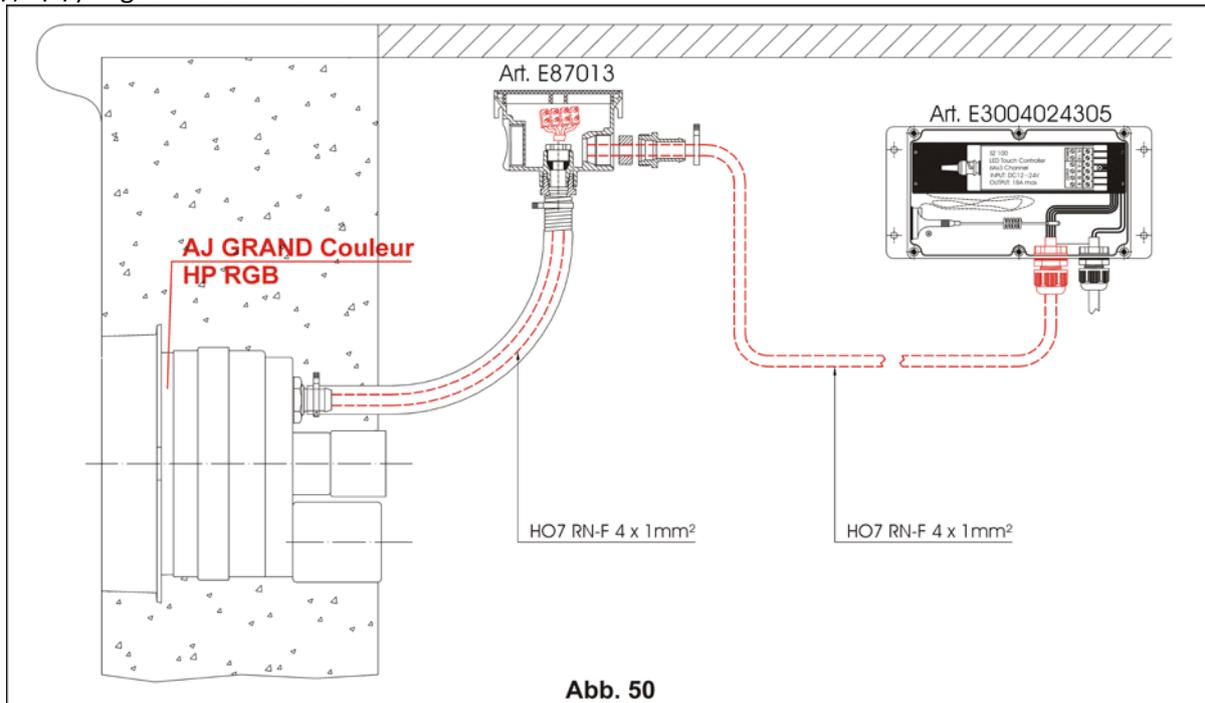

Abb. 50
7.12 Anschluss der Beleuchtung AJ GRAND Couleur HP an den RGB Controller (Abb. 50)